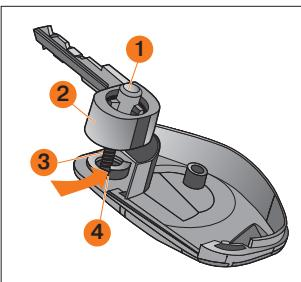

Рис. 5. Устройство ключа с ПДУ
Во время разъединения корпусов ключа под воздействием пружины кнопки ключа **3** (рис. 5), головка ключа **2** и кнопка ключа **1** выпадут со своих штатных мест.
- Вставить кнопку ключа **1** (рис. 5) в головку ключа **2**, совместив выступы кнопки с пазами головки ключа. Перед соединением верхнего корпуса ключа с нижним в кнопку ключа вставить пружину кнопки **3**, совместив ус пружины с зацепами внутри кнопки.
- Совместить выступающий наружу ус пружины **3** с пазом нижнего корпуса ключа **4**, обозначенным стрелкой (рис. 5).